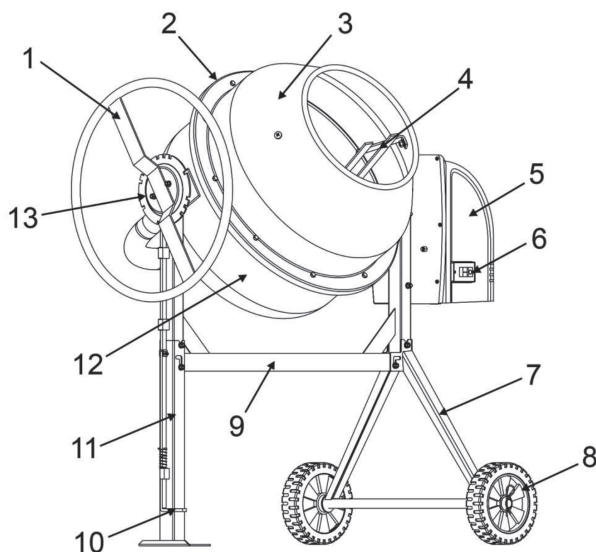
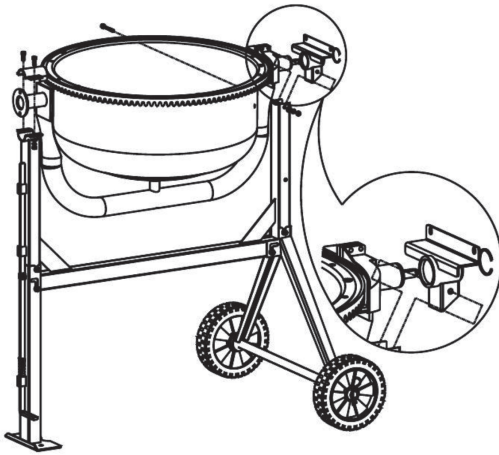

Рис. 1
Рис. 5
- Наденьте на ось колесной стойки (7) (См. Рис.1; 2) по колесу с каждой стороны.
- К несущей балке (9)(См. Рис. 1) присоедините дополнительную опору. Вставьте внутрь педаль (10)(См. Рис. 1, 3) с пружиной.
- Соедините раму с колесной стойкой (7) (См. Рис.1, 4). Зафиксируйте ее положение винтами (М8х70). Крепко затяните винты.
- Установите опорную дугу вращения барабана на балку рамы. Зафиксируйте ее положение винтами М8х65 (См. Рис. 5).
- Осторожно поместите нижний барабан (12) (См. Рис. 1) на стойку, так чтобы подшипники попали в соответствующие пазы (См. Рис. 5). Выровняйте с каждой стороны отверстия, закрепите гаечным ключом болты, шайбу, стопорную шайбу и гайку в посадочном седле. Проверьте надёжность крепления.
- Поместив верхний барабан (3) (См. Рис.1) на обод нижнего барабана (12) (См. Рис.1, 7), убедитесь в совпадении пазов и стрелок, а так же и свободном вращении лопастей внутри барабана.
- Установите колесо наклона (1)(См. Рис.1) на место крепления.
- Трансмиссия с электродвигателем закрыта защитным кожухом (5) (См. Рис.1; 9).
2. Нажмите на зеленую кнопку включения (6) (См. Рис.1), расположенную сбоку на защитном кожухе электродвигателя.
3. Для отключения нажмите на красную кнопку (6) (См. Рис.1).